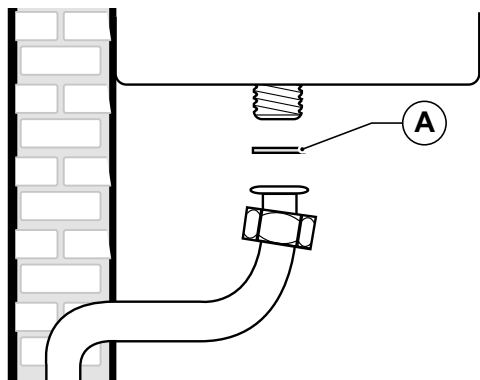

Fig. 7 Raccordement au réseau du gaz
Pour brancher la connexion de gaz de la chaudière à la tuyauterie d'alimentation, IL EST OBLIGATOIRE d'interposer un joint (A) de butée étanche ayant les dimensions adéquates et d'un matériau approprié (voir Fig. 7 Raccordement au réseau du gaz).